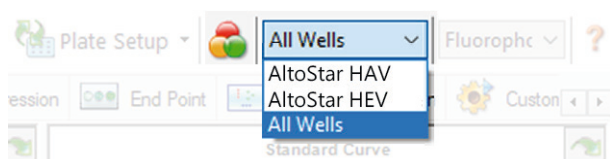

Figure 4: Bouton Well Group (Groupe de puits) et menu déroulant Well Group (Groupe de puits)
Dans la fenêtre Data Analysis (Analyse des données), veillez à sélectionner le **Well Group** (Groupe de puits) du kit AltoStar® HAV RT-PCR Kit 1.5. Pour cela, cliquez sur le menu déroulant **Well Group** (Groupe de puits) à droite en regard du bouton **Well Group** (Groupe de puits) (voir la figure 4) sur la barre d'outils. N'utilisez pas le **Well Group** (Groupe de puits) *All Wells* (Tous les puits). La sélection de la figure 4 est utilisée comme vue d'exemple général.
1. Dans la fenêtre Data Analysis (Analyse des données), veillez à sélectionner le **Well Group** (Groupe de puits) du kit AltoStar® HAV RT-PCR Kit 1.5. Pour cela, cliquez sur le menu déroulant **Well Group** (Groupe de puits) à droite en regard du bouton **Well Group** (Groupe de puits) (voir la figure 4) sur la barre d'outils.